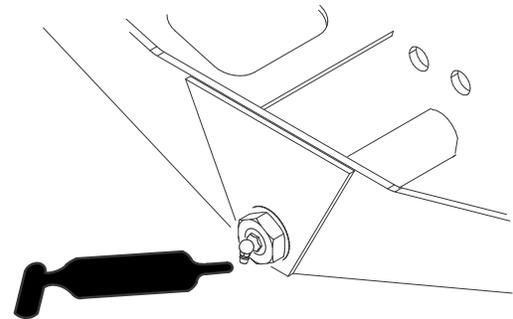

Figura 57
- Pivote de dirección (1) (Figura 57)